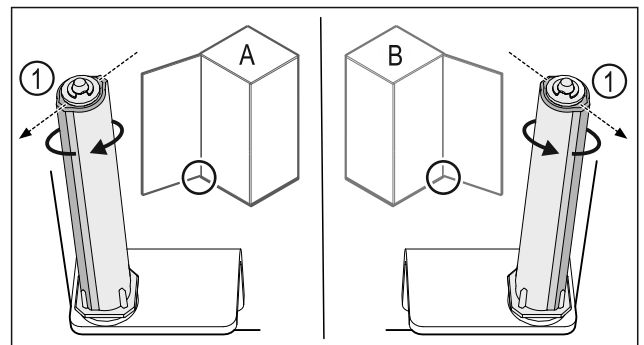

Fig. 37 Linksanschlag (A) / Rechtsanschlag (B)
- Schließsystem gegen den Widerstand drehen, bis der Steg des Schließsystems Fig. 37 (1) nach außen zeigt.